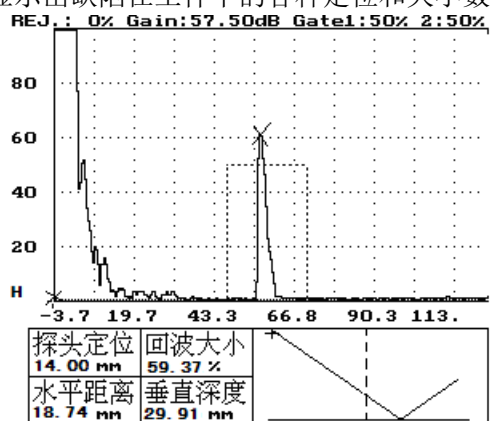

图 22-5
- 6、按左方向键或右方向键——移动波形上的“×”光标到缺陷波形的最高处，此时工件剖面中的声线上“+”光标所在处即为缺陷在工件中的位置，同时在屏幕左侧显示出缺陷在工件中的各种定位和大小数据，如图 22-5 所示。